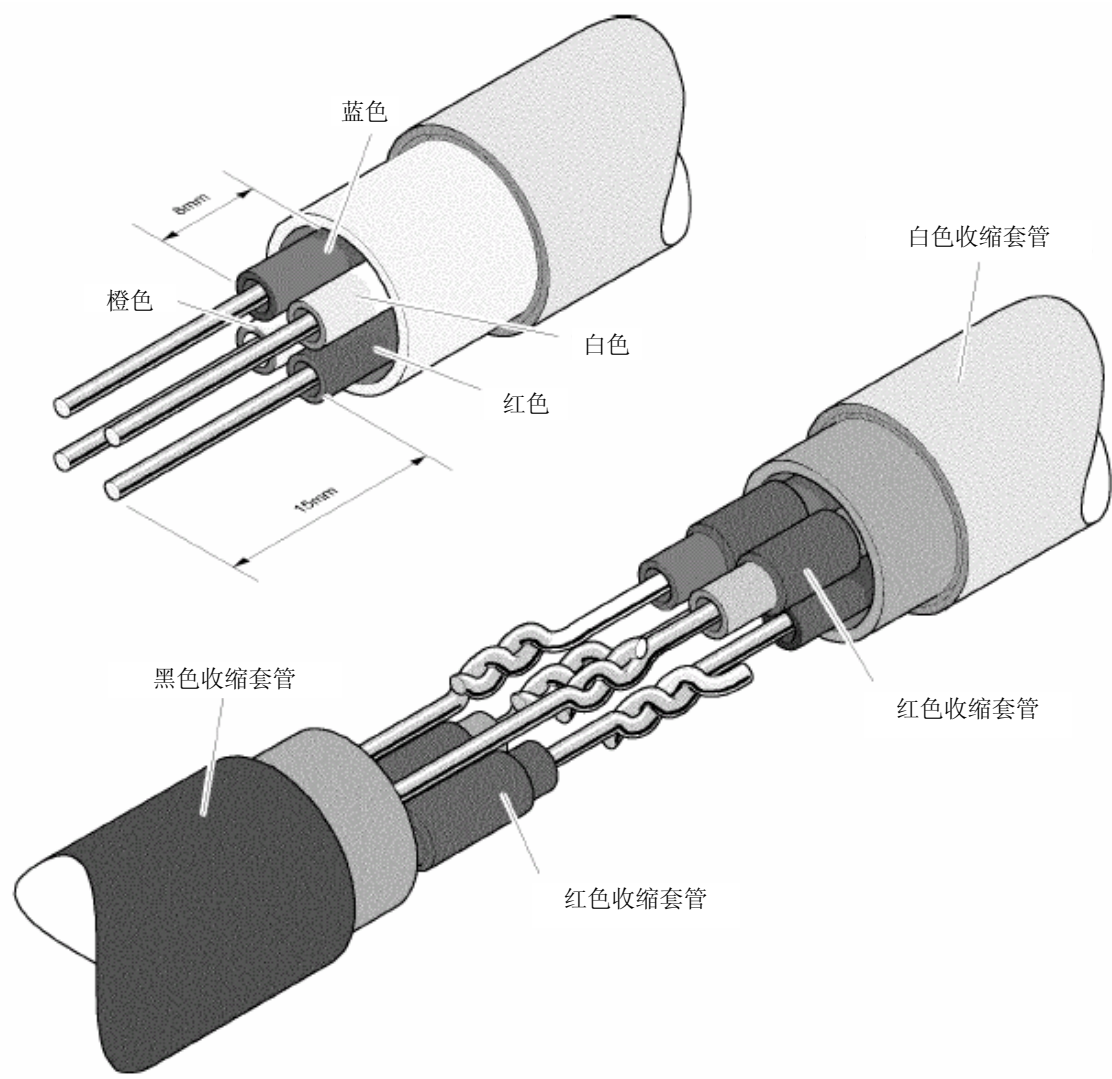

图 7-14
6. 将红色收缩套管套在其中一根缆线的橙色以及白色缆芯上，和另一根缆线的蓝色以及红色缆芯上，如图 7-14 所示。